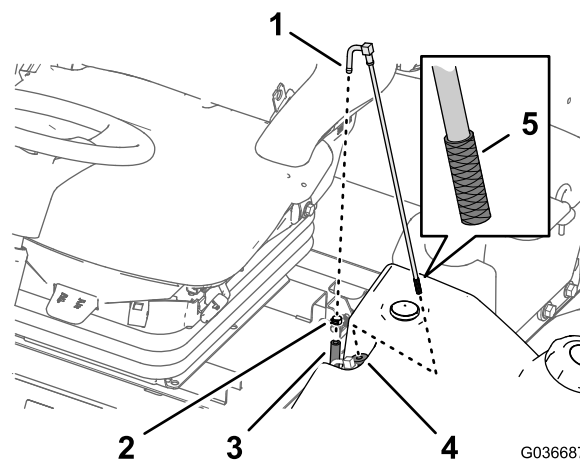

Рисунок 50
1. Снимите шланговый хомут, который крепит шланг подачи топлива к штуцеру топливозаборной трубки (Рисунок 50).
2. Отсоедините шланг от штуцера (Рисунок 50).
3. Извлеките топливозаборную трубку из топливного бака (Рисунок 50).
4. Очистите от загрязнений сетчатый фильтр на конце топливозаборной трубки (Рисунок 50).
5. Вставьте топливозаборную трубку в резиновую втулку и в бак (Рисунок 50).